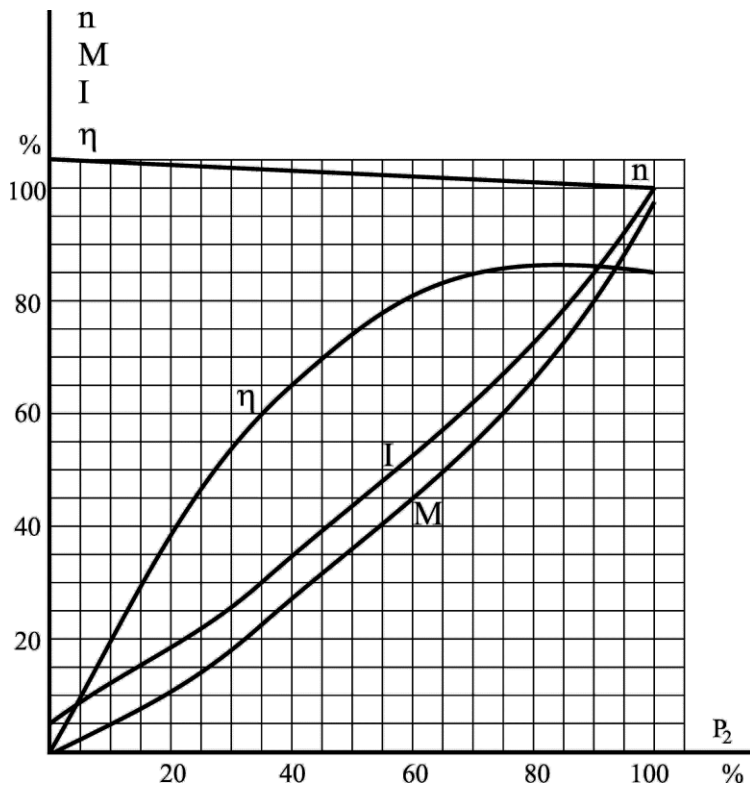

Рис. 5.5.1. Робочі характеристики двигуна паралельного збудження
За допомогою розрахунків і характеристик двигуна паралельного збудження (рис. 5.5.1) визначити і порівняти між собою:
2. Із робочих характеристик двигуна, відповідно до рис. 5.5.1, при знайденому 30% навантаженні струмом від номінального знаходимо у відсотках коефіцієнт корисної дії  $\eta$ '% і швидкість обертання  $n$ '%.